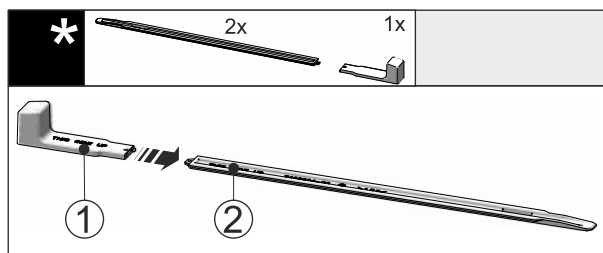

Fig. 45
- Sätt in monteringshandtaget Fig. 45 (1) i nivåskenan Fig. 45 (2).